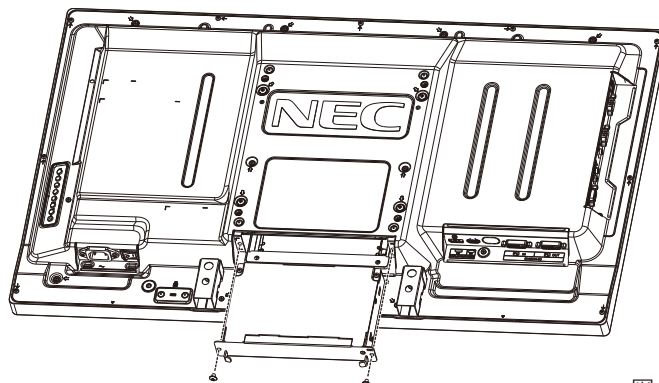

図2
5. オプションボードをセットします。取り外したネジで固定します(図2)。